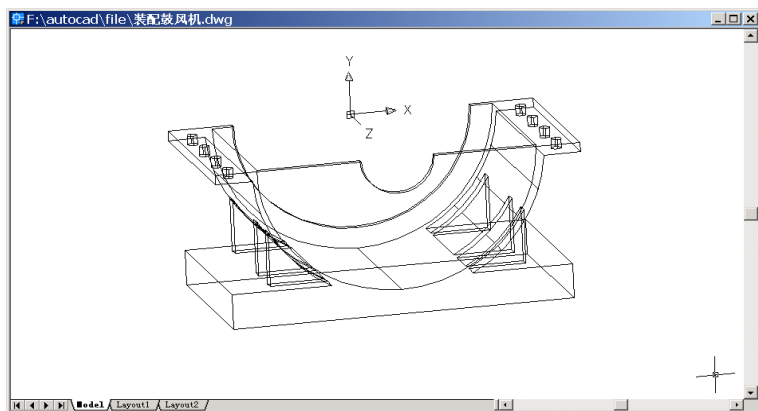

图 31.75 插入底座
(3) 插入底座后, 用 3DORBIT 命令选择合适的观察角度, 可以得到如图 31.75 所示的图形。